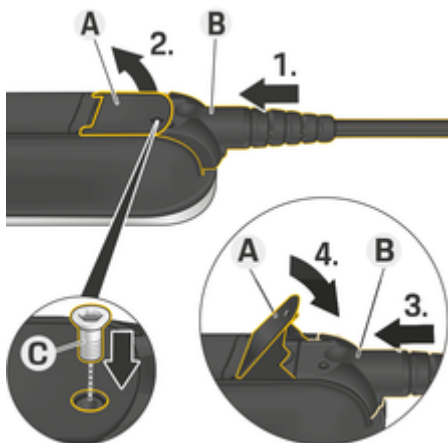

Fig. 19 Fixation des câbles et des fiches
✓ Le levier A (Fig. 19) est abaissé.
1. Insérez la fiche B (Fig. 19) dans le module de commande jusqu'au premier point de résistance.
5. Fixez la fiche B au module de commande à l'aide de la vis C (Fig. 19).